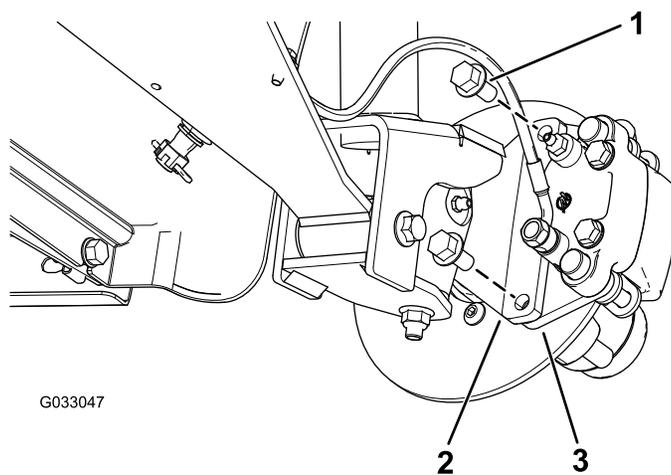
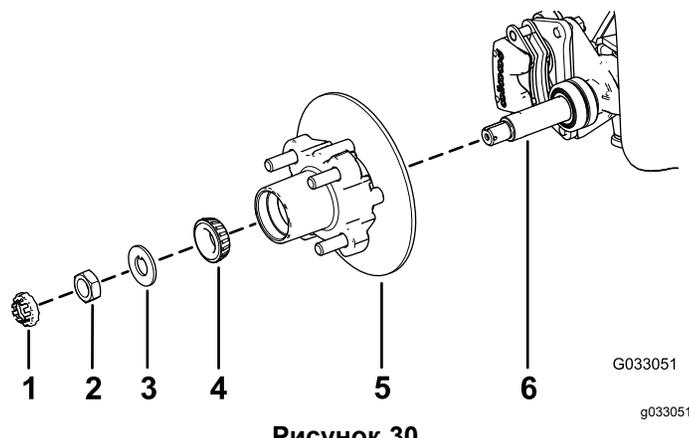

Рисунок 26
Рисунок 30
3. Выверните болты с фланцевыми головками ( $\frac{3}{8} \times \frac{3}{4}$  дюйма), которые крепят кронштейн тормоза в сборе к оси, и отделите тормоз от оси (Рисунок 26).
1. Нанесите тонкий слой консистентной смазки указанного типа на ось (Рисунок 30).
2. Установите ступицу и тормозной диск на ось так, чтобы тормозной диск был внутри (Рисунок 30).
3. Установите наружный подшипник на ось и в наружное кольцо (Рисунок 30).
4. Установите стопорную шайбу на ось (Рисунок 30).
поворачивая ступицу так, чтобы подшипник был посажен на место (Рисунок 30).
2. Совместите тормозные колодки с обеих сторон тормозного диска (Рисунок 26) с отверстиями в кронштейне суппорта и отверстиями в креплении тормоза на цапфе (Рисунок 30).
3. Закрепите кронштейн суппорта на цапфе (Рисунок 26) с помощью 2 болтов с фланцевыми головками ( $\frac{3}{8}$  x  $\frac{3}{4}$  дюйма).